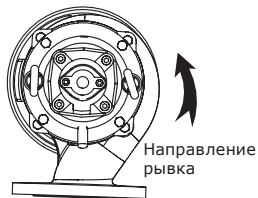

Рис. 6 Направление рывка при пуске (вид сверху)
3. Если насос подключен правильно, рывок будет в сторону, противоположную правильному направлению вращения. См. рис. 6.